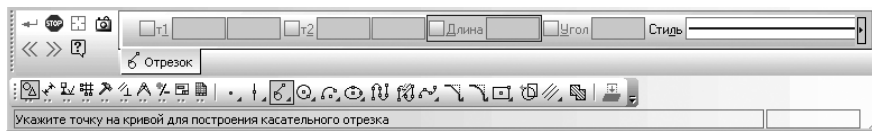

Рис. 4.16. Панель свойств: Касательный отрезок через точку кривой, Компактная панель и Строка состояния
**Отрезок** и, удерживая ее нажатой, переместите вверх на кнопку **Касательный отрезок через точку кривой** и отпустите левую кнопку. Появится соответствующая **Панель свойств: Касательный отрезок через точку кривой** (рис. 4.16).